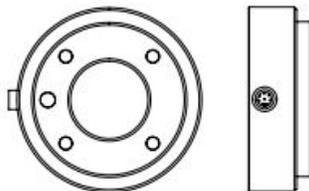

Figura 8: Conector de ocho clavijas.
**E/S de herramienta** En el lado de la herramienta del robot hay un pequeño conector con ocho clavijas como se muestra en la figura 8.